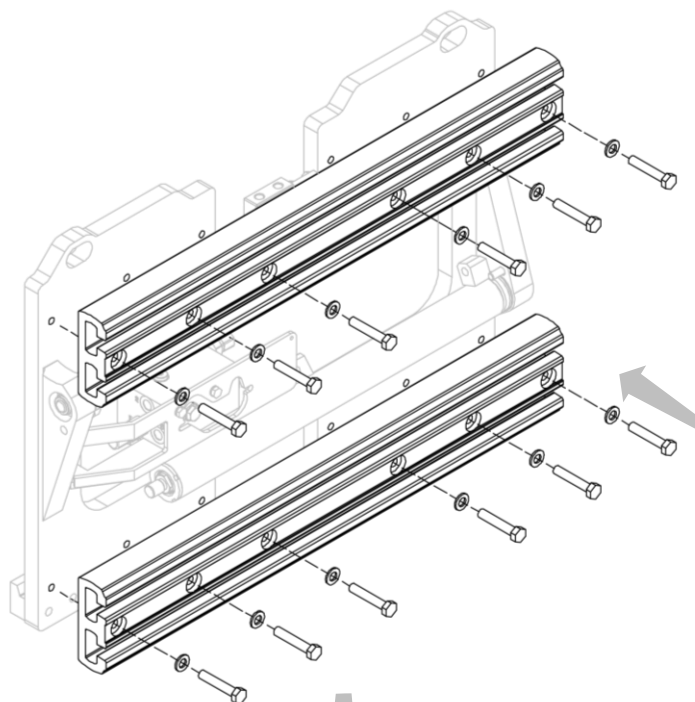
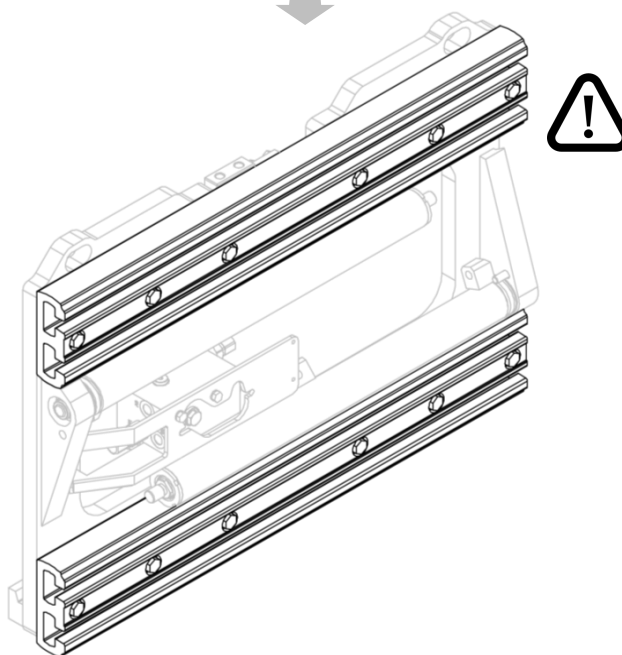

Figura 9
Figura 10
2. Installare, uno per volta, i profili in alluminio mediante le apposite viti (vedi *Figura 9* e *Figura 10*).